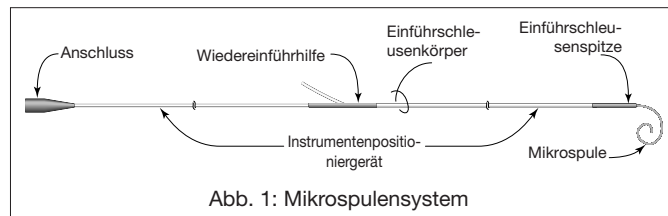

Abb. 1: Mikrospulensystem
- Wie in Abb. 1 dargestellt, besteht das Mikrospulensystem aus einer embolischen Mikrospule, die an einem Instrumentenpositionierdraht (DPU) befestigt ist. Das System wird von einem Einführschleusensystem abgedeckt. Die Mikrospule kann sphärisch, komplex oder helisch geformt sein. Der Instrumentenpositionierdraht ist ein Schiebesystem, dessen Steifigkeit verändert werden kann. Er ist drei (3) cm von seinem distalen Ende mit einem Markerband aus Kontrastmittel versehen. Das Einführschleusensystem besteht aus drei Hauptkomponenten: einer Einführspitze, einem durchsichtigen Einführkörper und einer Wiedereinführhilfe.